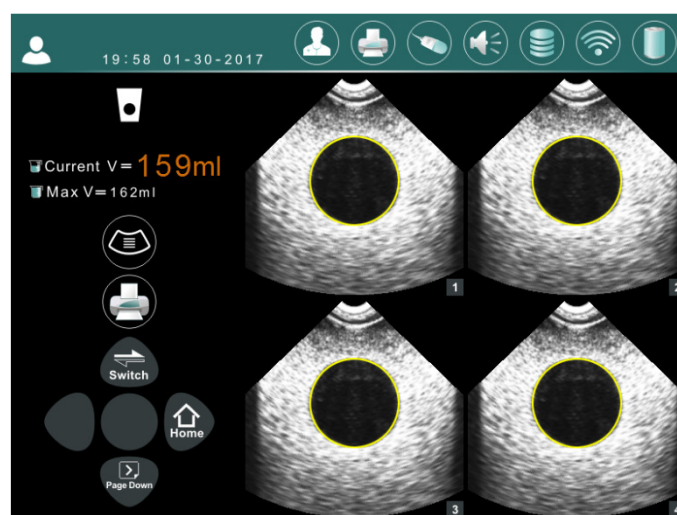

Bild B-4 Tydlig resultatbild
B.5 Gå in i skanningsgränssnittet genom att trycka på SCAN-tangenten för att få resultatet. Kontrollera resultatbilden genom att trycka på UPP-tangenten, som Bild B-4. Se till att båda kanterna på den gröna linjen och det runda mörka området (Target) överlappar varandra i alla skannade bilder.